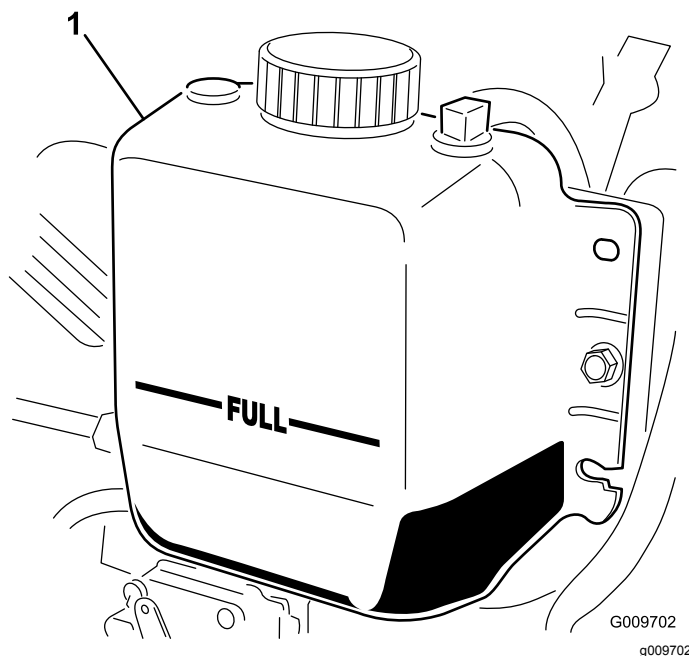

Рисунок 90
2. Проверьте уровень охлаждающей жидкости в радиаторе. Радиатор должен быть заполнен до верха заливной горловины, а расширительный бачок — до метки FULL (Полный) (Рисунок 90).